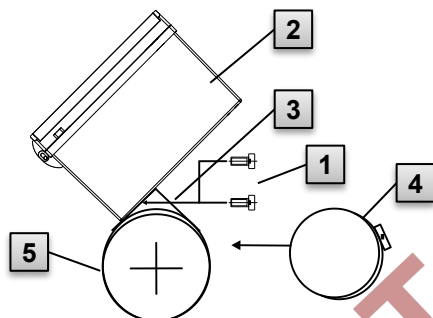

Fig. 8
1. Fixer au moyen de deux vis à têtes cylindriques M5 x 10 mm (Fig. 8 : **1**) la cornière de fixation universelle A2 par les alésages prévus à cet effet (Fig. 8 : **3**) sur l'EK280 (Fig. 8 : **2**).
3. Fixer la cornière de fixation universelle A2 (Fig. 8 : **3**) et l'appareil (Fig. 8 : **2**) à l'aide du collier (Fig. 8 : **4**) sur la conduite rigide (Fig. 8 : **5**).